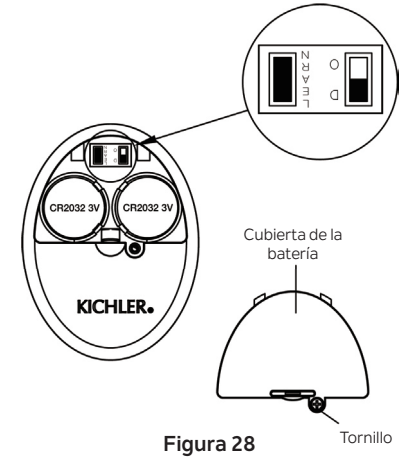

Figura 28
De lo contrario, el control remoto no funcionará. Para realizar este proceso manualmente, siga los pasos a continuación: Después de instalar y cablear la unidad, restaure la energía a su ventilador, presione y mantenga presionada la tecla LEARN (Aprender) durante 1 y 3 segundos, el ventilador se encenderá a velocidad media y la luz (si está instalada) se encenderá. Esto confirma que se ha completado el proceso de aprendizaje. Esta operación debe completarse dentro de los 30 segundos después de restaurar la energía al ventilador. (Figura 28)
NOTA: Asegúrese de que el interruptor deslizante en el compartimiento de la batería marcado "D O" esté en la posición "D". (Figura 28)
Paso 4. Vuelva a colocar la cubierta de la batería y apriete con un destornillador. (Figura 28)